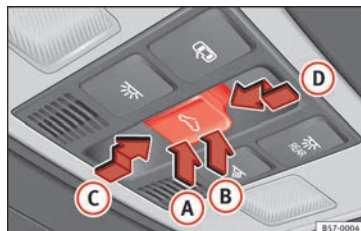

Fig. 140 En el revestimiento interior del techo: tecla del techo de cristal.
La tecla  **fig. 140** tiene dos niveles. En el primer nivel se puede situar el techo en la posición deflectora, abrir o cerrar total o parcialmente.
- *Techo de cristal:* antes de que transcurran aprox. 5 segundos desde la activación de la función antiaprisionamiento, presione la tecla  » **fig. 140** hasta el segundo nivel en el sentido de la flecha » **fig. 140**  hasta que el techo se cierre completamente.